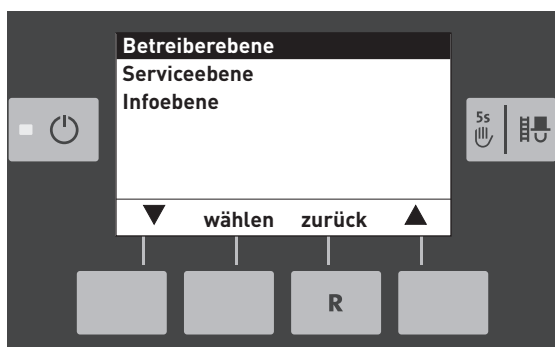

Fig. 22
- ▶ "Betrieberebene" auswählen – Fig. 22.